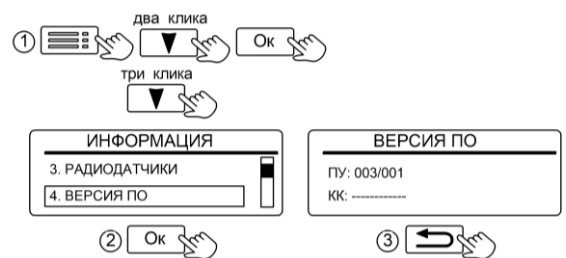

Рисунок 32. Вид вкладки «ВЕРСИЯ ПО»
- ✓ Поверните вал двигателя с помощью отвертки по стрелке (см. рис. 32).